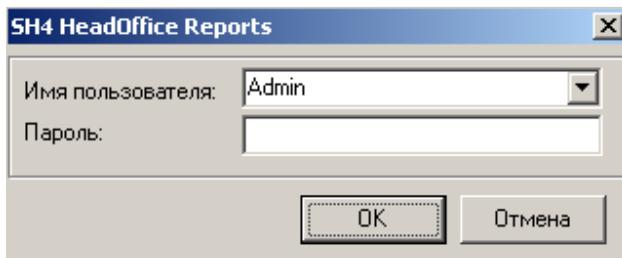

Рис. 179
*Соединение с сервером...* – эта команда выводит на экран окно *Соединение с сервером* (см. Рис. 179). В случае многопользовательского режима работы, для продолжения работы с приложением Store House Head Office в этом окне может зарегистрироваться другой пользователь, не закрывая программу.
Для этого, из списка в поле *Имя пользователя* (см. Рис. 179), необходимо выбрать свое *Имя пользователя*, в поле *Пароль* ввести пароль и нажать кнопку .